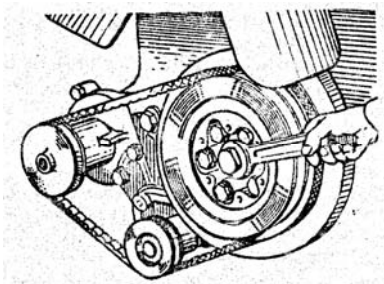

Рис. 48. Проворачивание коленчатого вала
- 4 Проворачивая коленчатый вал по часовой стрелке (при виде со стороны вентилятора) спереди ключом за болт крепления шкива или сзади воротком за маховик через люк в нижней части картера маховика, используя отверстия в маховике (рис. 48), установить момент, когда впускной клапан первого цилиндра полностью поднимется (то есть закроется). Продолжая вращать коленчатый вал, повернуть его еще примерно на 1/3 оборота ($\approx 120^\circ$). Это положение коленчатого вала соответствует такту сжатия в первом цилиндре и оба клапана этого цилиндра будут закрыты.
Вращать коленчатый вал можно ключом за болт крепления шкива коленчатого вала или ломиком за отверстия в маховике (рис. 48) при снятой крышке люка картера маховика.